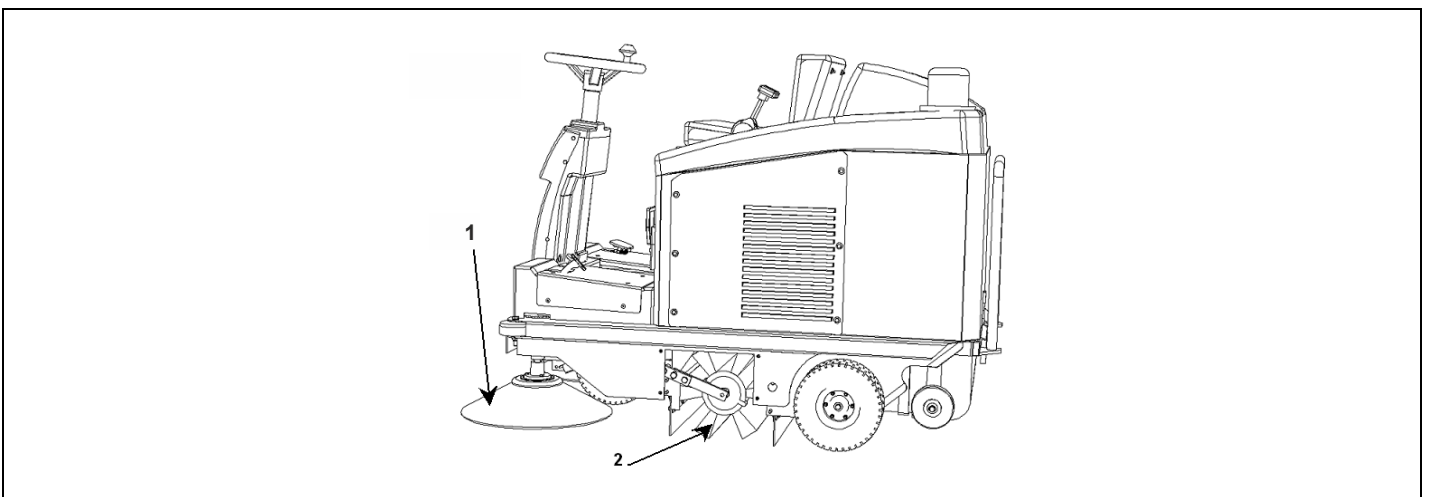

Fig. 4
- 2) Empiece a levantar. Fig. 4 + 5